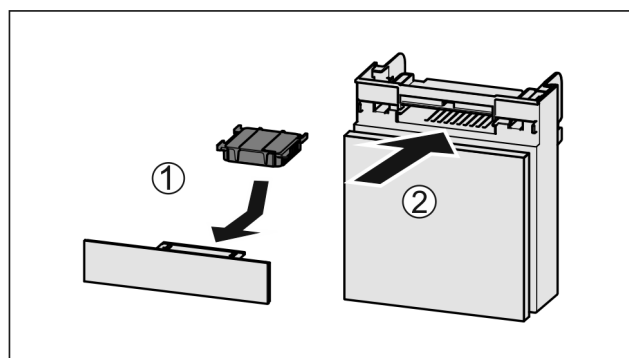

Fig. 124
- Insérer le filtre à charbon actif d'après le schéma Fig. 124 (1).
- Insérer le compartiment Fig. 124 (2).